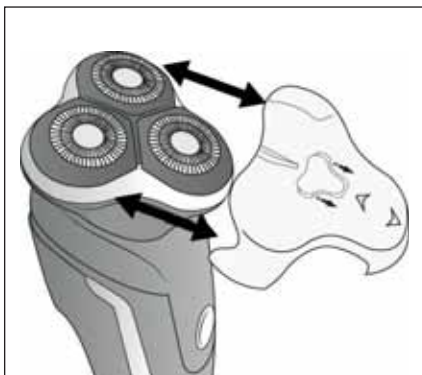

Fig. 1
- ◆ Quando não utilizar a máquina de barbear, coloque para proteção a tampa de proteção ❶.
- ◆  Solte a tampa de proteção ❶, retirando para baixo da unidade de corte ❷ (ver fig. 1).